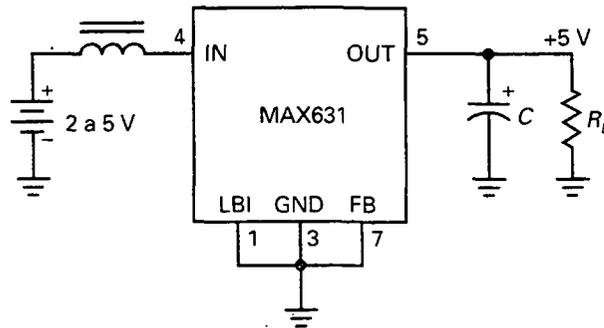

Figura 24-30. Regulador elevador con un MAX631.
Por ejemplo, en la Figura 24-30 se muestra el MAX631 configurado como regulador elevador, con una tensión de salida fija de +5 V y una entrada de +2 a +5 V. La tensión de entrada se obtiene de una batería, ya que una de las aplicaciones de estos reguladores integrados es en aparatos portátiles. La hoja de características recomienda el uso de una autoinducción de 330 μH y un condensador de 100 μF .
El MAX631 es un dispositivo de 8 terminales, de los cuales, los que no se usan o se conectan a tierra o se dejan libres. En la Figura 24-30, el pin 1 (LBI: *low-battery indicator*) se puede utilizar para detectar cuándo la batería está baja de carga. Si ésta está a tierra, no afecta al dispositivo. Aunque se usa normalmente como un regulador de salida fija, el MAX631 puede funcionar con un divisor de tensión externo para proveer de una tensión de realimentación a través del pin 7 (FB). Si el pin 7 está a tierra, la tensión de salida está ajustada de fábrica a +5 V.